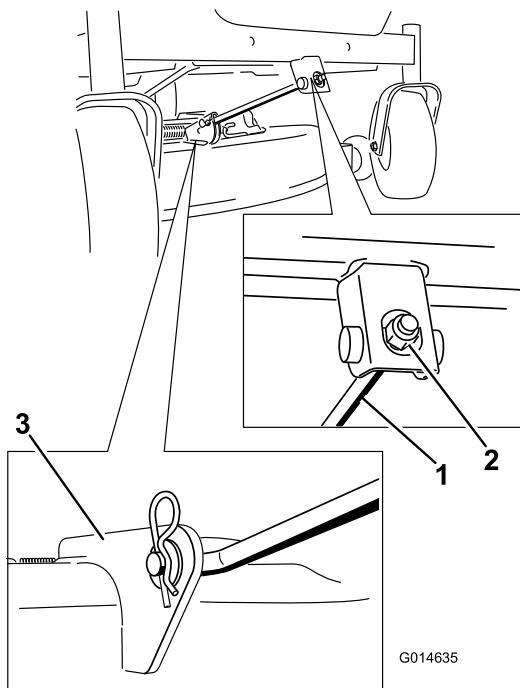

Figura 59
- Retire la chaveta de la varilla de soporte delantera y retire la varilla del soporte de la carcasa (Figura 59).
6. Conecte la varilla de soporte delantera a la carcasa de corte con el pasador y la chaveta (Figura 59).